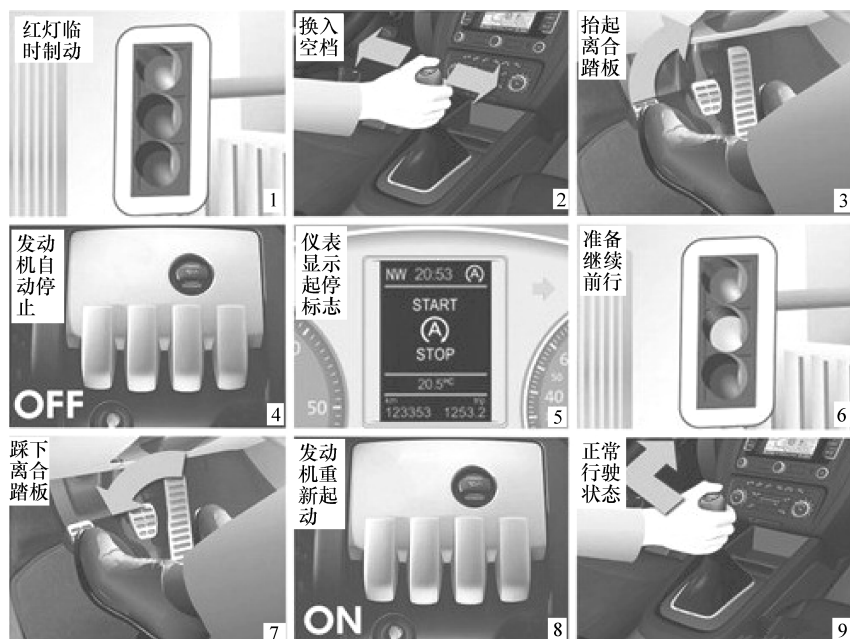

图 1-15 手动档车型起停系统工作顺序
1) 手动档车型。当车辆处于怠速状态时，发动机自动关闭，而需要重新起动时，驾驶人直接踩离合踏板，发动机将自动起动。如图 1-15 所示，以车辆过红绿灯为例说明起停系统工作顺序。